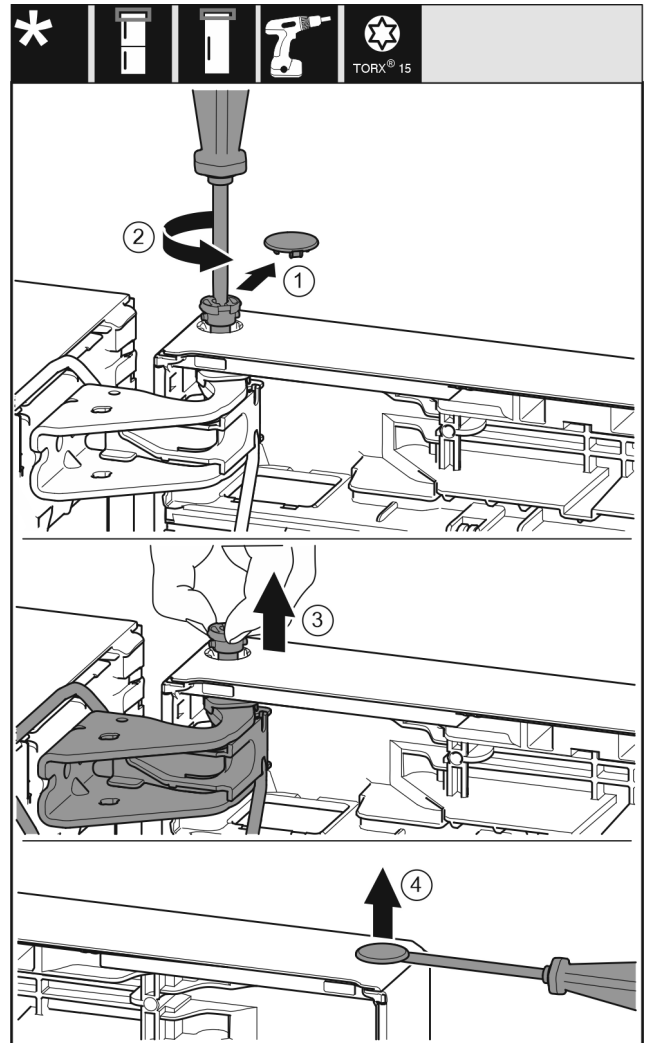

Fig. 22
- ▶ Sicherungsabdeckung vorsichtig abziehen. Fig. 22 (1)
- ▶ Bolzen mit Schraubendreher T15 ein Stück herausdrehen. Fig. 22 (2)
- ▶ Tür festhalten und Bolzen mit den Fingern herausziehen. Fig. 22 (3)
- ▶ Stopfen aus der Tür Lagerbuchse vorsichtig mit einem Schlitzschraubendreher anheben und herausziehen. Fig. 22 (4)